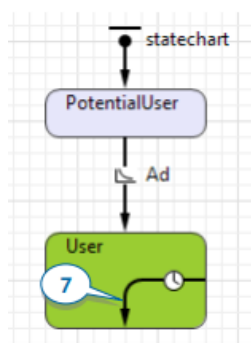

Рисунок 5.2 – Подвійне клацання на переході
– намалюйте внутрішній перехід всередині стану користувача. Щоб намалювати перехід, подібний до поданого нижче, перетягніть перехід із палітри стану всередину стану, щоб початкова точка переходу розміщувалася на кордоні держави. Після цього кінцеву точку переходу можна перенести на іншу точку державного кордону. Для додавання виступаючої точки двічі клацніть на переході (рис. 5.2).